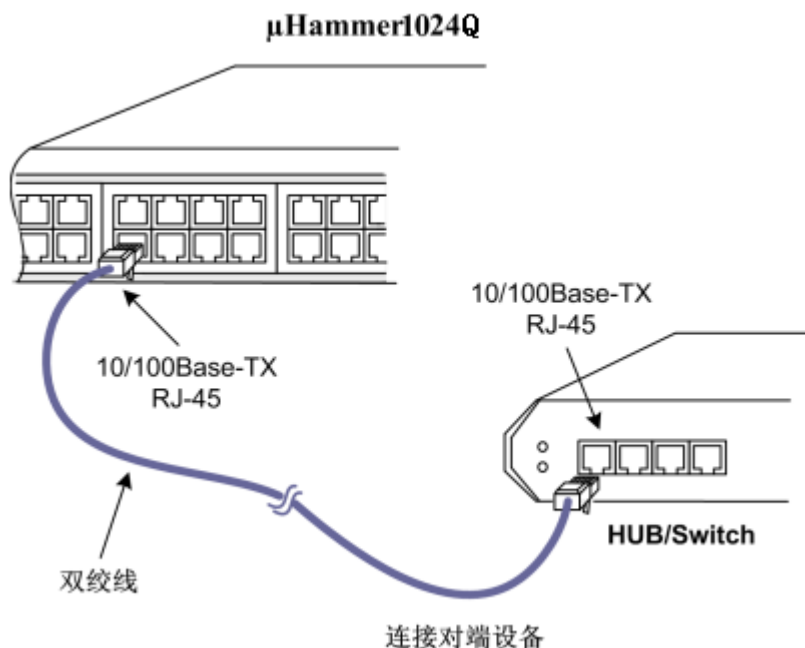

图 3-7 10/100Base-TX 接口的连接方法
**【连接方法】** 使用一根 3 类、4 类或者 5 类非屏蔽双绞线（UTP）或屏蔽双绞线（STP），两端均使用 RJ-45 连接器。其中一端连接交换机的 10/100Base-TX 接口，另一端连接局域网中的其他以太网兼容设备或计算机的 10/100Base-TX 接口。参考图 3-7：